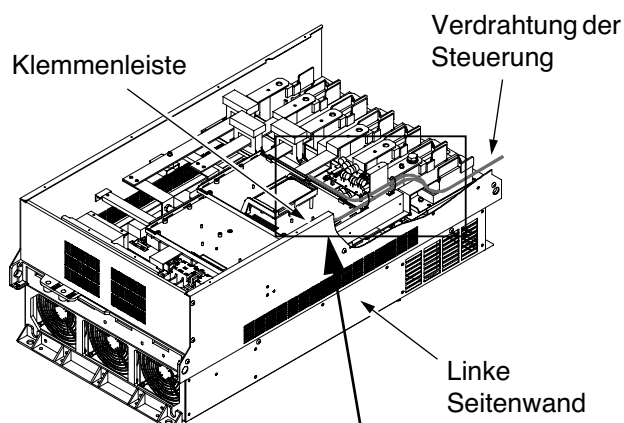

Bild 2-3-14 Führung der Steuerungsverdrahtung
1. Verlegen Sie die Verdrahtung wie in Bild 2-3-14 gezeigt an der linken Seitenwand.